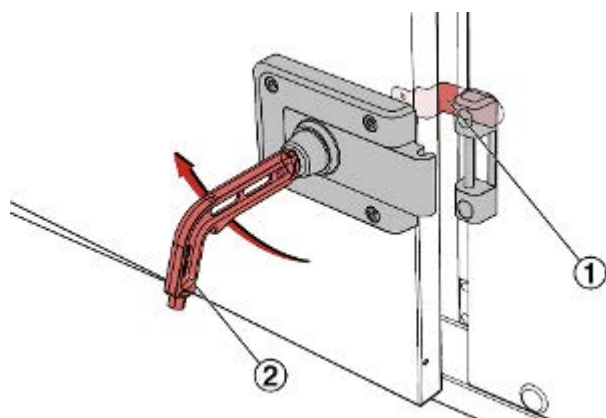

Fig. 52: Soltar el cierre de seguridad
4. ▶ Gire la llave especial TROX o la palanca de mando (Fig. 52 /2) 90° en el sentido de las agujas del reloj.
- ⇒ Esto libera el cierre de seguridad (Fig. 52 /1); la puerta de acceso puede ahora abrirse completamente.